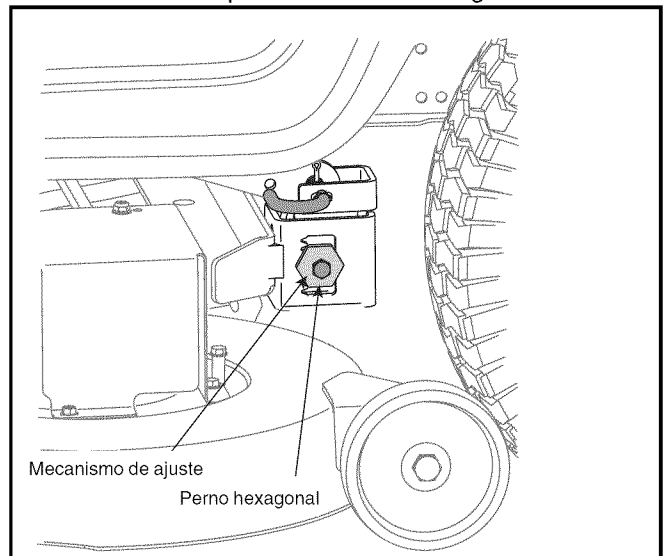

Figura 10
- Afloje, pero NO extraiga, el tornillo de cabeza hexagonal ubicado en la ménsula de suspensión derecha de la plataforma. Vea la Figura 10.